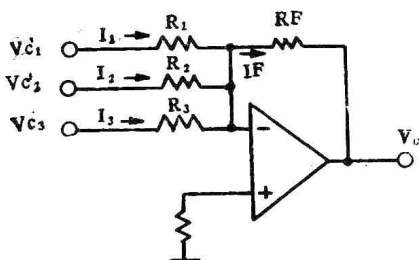

图7 加法运算电路
5. 加法和减法运算电路: 图7所示是一个具有三个输入的加法电路。由于, (-) 端虚地, $V_F = 0$, 各个输入电压产生的电流分别为 $I_1 = \frac{V_{i1}}{R_1}$, $I_2 = \frac{V_{i2}}{R_2}$, $I_3 = \frac{V_{i3}}{R_3}$, 这些电流全部流入 R_F , 组成 I_F , I_F 在 R_F 上的压降就是输出电压 V_o 。